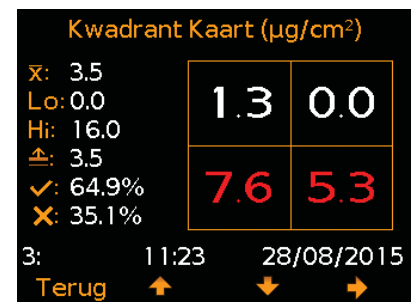

Fig. 16: Metingen x4
- 2) Metingen x4 (Fig. 16)
Bij weergaven 2-5 (Fig. 16 t/m 19) worden tevens de volgende statische gegevens getoond: